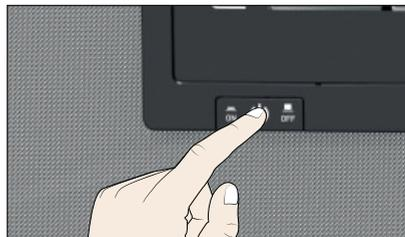

Fig. 25 Conectar el equipo
3. Encienda la VO; a tal fin, presione el interruptor principal que hay en la parte delantera (Fig. 25).